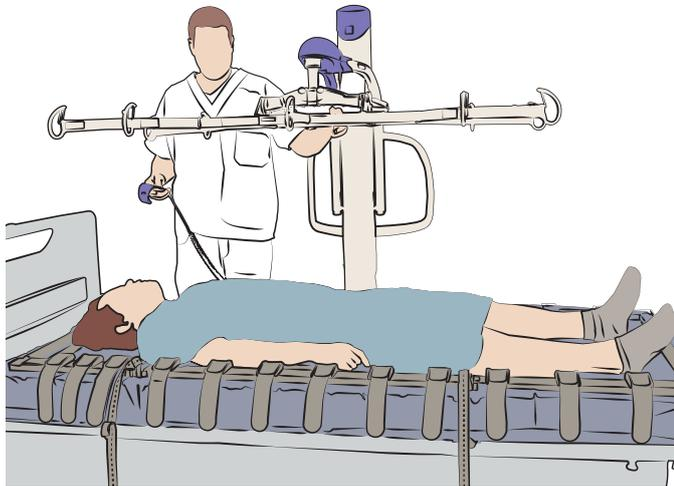

Abb. 11
2. Richten Sie die Mitte des Rahmens ungefähr über dem Nabel des Pflegebedürftigen aus. Siehe Abb. 11.